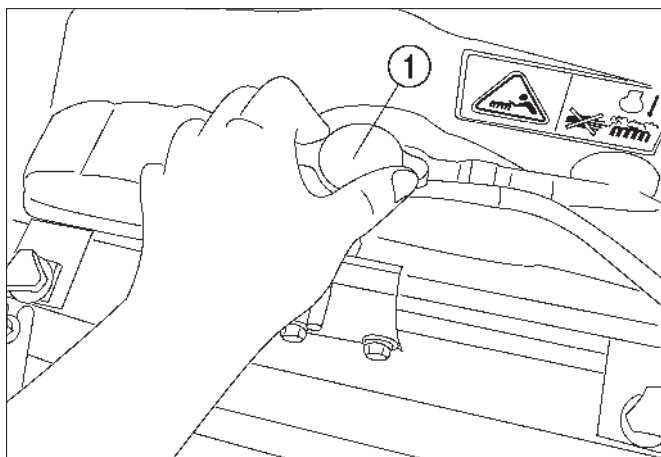

Fig. 81
FIG. 81: Le système de refroidissement est rempli en usine avec une solution antigel qui protège le moteur et le radiateur jusqu'à -34°C . Le niveau du liquide de refroidissement doit être maintenu à 12 mm sous l'ouverture du col de remplissage (1). Contrôlez le liquide de refroidissement une fois par an pour la protection contre le gel.